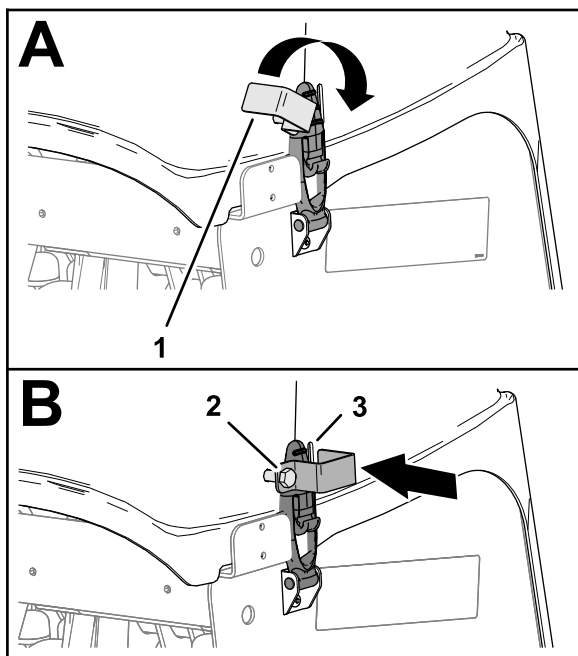

Figure 154
3. Si la machine est équipée de verrous CE, faites pivoter la plaque de verrouillage jusqu'à ce qu'elle soit en face de la fente dans le côté du capot de la tête d'aération (Figure 154).
4. Serrez le boulon de la plaque de verrouillage (Figure 154).